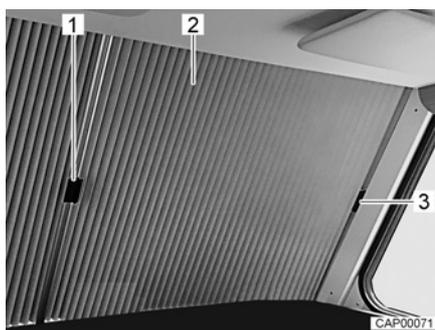

Fig. 2 Estor plegable para la luna delantera (cerrada)
- Empujar el asidero (Fig. 2,1) de cada una de las mitades de estor plegable (Fig. 2,2) hacia afuera insertándolos debajo de la cubierta en la columna A.
- Fijar el respectivo asidero en la cubierta (Fig. 2,3) encajándolo. De este modo, el oscurecedor de la luna delantera estará retenido de tal manera que no podrá cerrarse involuntariamente durante el viaje.